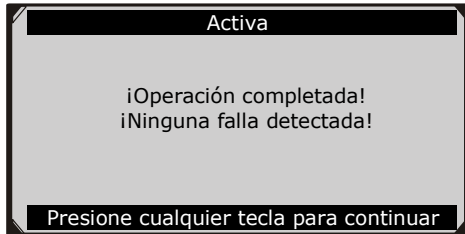

Figura 10.23
- 2) En el menú Activo, use el botón **ARRIBA/ABAJO** para seleccionar el actuador deseado a probar. Si el actuador seleccionado funciona correctamente, la herramienta le mostrará un mensaje de confirmación como el que aparece debajo (Figura 10.23). De no ser así mostrará un mensaje para advertirle que hay un problema. Después de salir del programa de diagnóstico, por favor repare el problema inmediatamente.